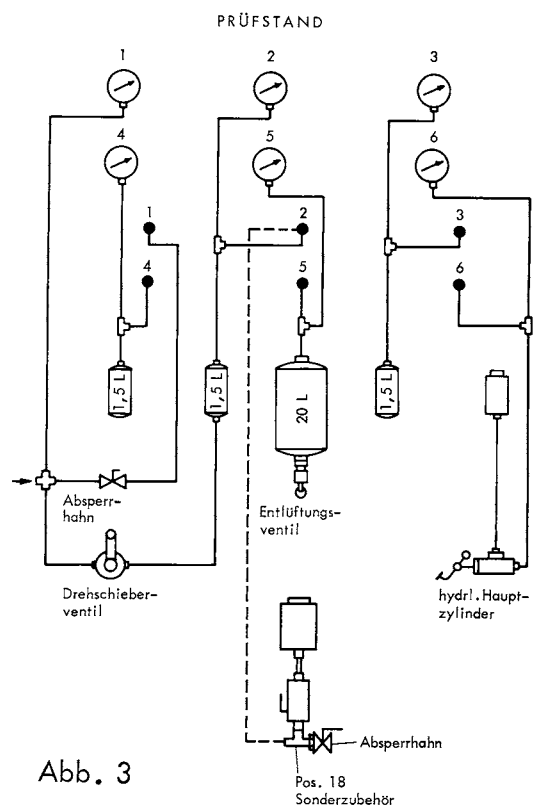

Abb. 3
- Frostschutzpumpe nach Prüfschema anschließen (siehe Abb. 3). Absperrhahn und Drehschieberventil sind dabei geschlossen.